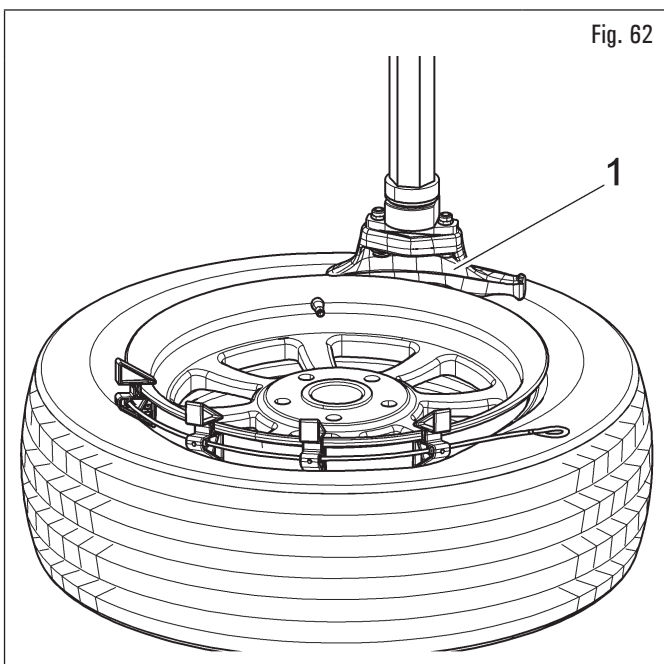

Fig. 62
4. sbloccare l'albero esagonale (Fig. 60 rif. 1) e posizionare la testa utensile (Fig. 62 rif. 1) in appoggio in senso radiale e verticale sul cerchione e bloccarlo tramite il pulsante posto sulla maniglia (Fig. 60 rif. 2);
Se non è possibile abbassare a sufficienza il tallone manualmente, lubrificare abbondantemente il fianco dello pneumatico in posizione opposta alla testa utensile e usare il premitallone pneumatico per abbassare il fianco dello pneumatico stesso, sino a poter agganciare i blocchetti della prolunga premitallone al bordo del cerchione con il lato marcato "EH2 rivolto verso il basso" (Fig. 62 e Fig. 63);